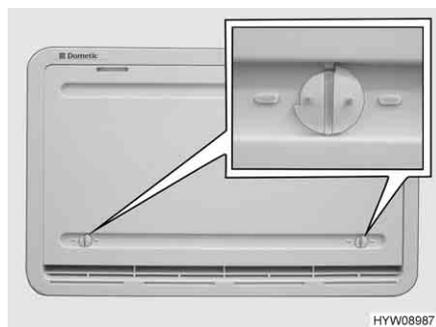

Fig. 224 Cubierta de invierno
Si el frigorífico ha de funcionar a temperaturas exteriores bajas, el fabricante recomienda la utilización de una cubierta de invierno (Fig. 224) para las rejillas de ventilación del frigorífico.
- Abrir ambos bloqueos (Fig. 224) (la ranura está en posición horizontal).